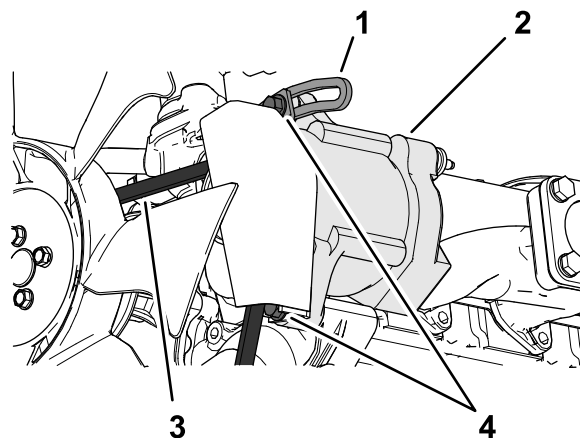

Figura 93
3. Allentate il bullone e il punto di articolazione dell'alternatore; allentate il bullone che fissa l'alternatore all'ancoraggio scanalato (Figura 93).